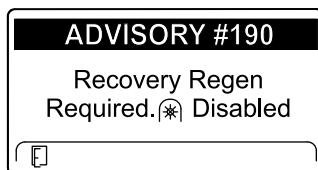

Figura 61
- É necessária uma regeneração de recuperação – tomada de força desativada AVISO N.º 190 (Figura 61)